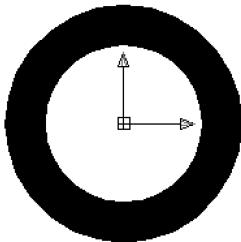

图 3-22 绘制圆环
【例 3-9】 在坐标原点绘制一个内径为 R10，外径为 R15 的圆环，如图 3-22 所示。
4) 在命令行的【指定圆环的中心点或 <退出> :】提示下输入 (0, 0)，指定圆环的圆点为坐标系原点，如图 3-22 所示。